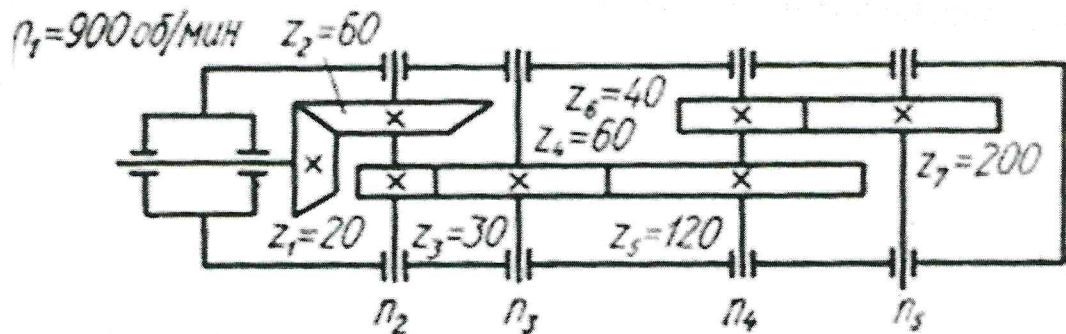

Рис. 4.
32. По заданным условиям определить частоту вращения на выходе N_5 (рис. 4).